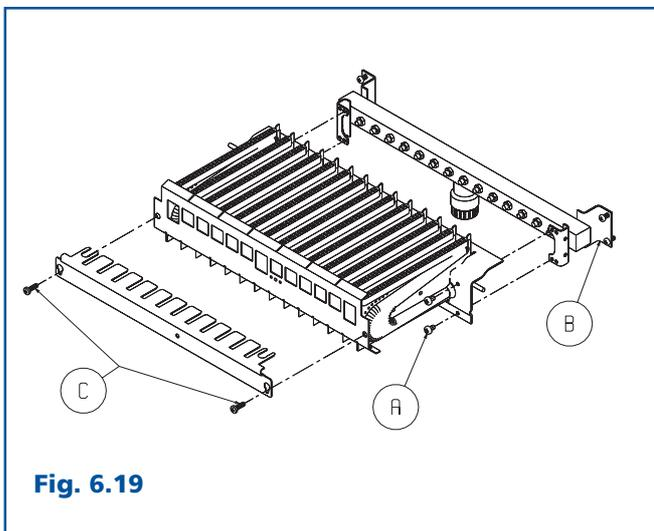

Fig. 6.19
6.4 Procedura di trasformazione gas, taratura e regolazioni (Fig. 6.19)
- rimuovere il gruppo bruciatore allentando le viti (A) che lo fissano al collettore gas (fig. 6.19).
Nel caso di trasformazione a gas GPL, è necessario montare sul gruppo bruciatore il tegolo di propagazione. Riferendosi alla fig. 6.19 procedere nel modo seguente: